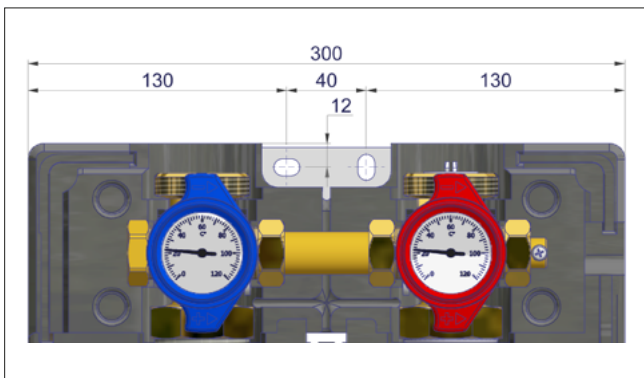

Abb. 7-1: Montageskizze
2. Zeichnen Sie die Bohrungspunkte für die Montage der Pumpengruppe an (siehe „Abb. 7-1: Montageskizze“).
3. Bohrlöcher entsprechend der Schrauben- und Dübelgröße bohren (siehe „Abb. 7-1: Montageskizze“).
6. Pumpengruppe in senkrechter Einbaulage an der Wand (siehe „Abb. 7-1: Montageskizze“) platzieren.
8. Thermometergriffe (B) entfernen und Zwischenisolierung demontieren (C).